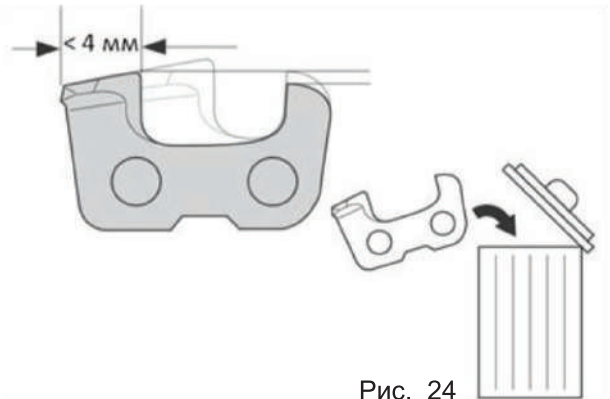

Рис. 24
3. Следите за тем, чтобы режущая кромка все зубьев пильной цепи, с обеих сторон, была бы после заточки до одной и той же длины. В противном случае, заточенную цепь при пилении, будет «уводить» вправо или влево. Если длина режущей кромки зуба уменьшилась до 4 мм (рис. 24), пильная цепь считается изношенной и подлежит замене.